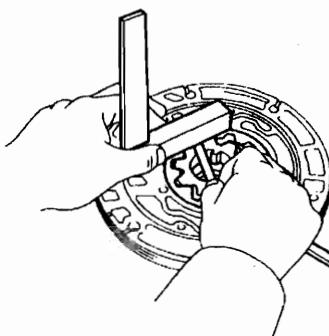

图 12-1-107
- ③如图 12-1-107 所示，用钢尺和塞尺测量两个齿轮的侧隙，标准侧隙为 0.02~0.05mm，最大侧隙 0.05mm。若侧隙大于最大值，则更换驱动齿轮、从动齿轮或泵体。驱动齿轮和从动齿轮有 5 种不同的厚度，参数见表 12-1-8。